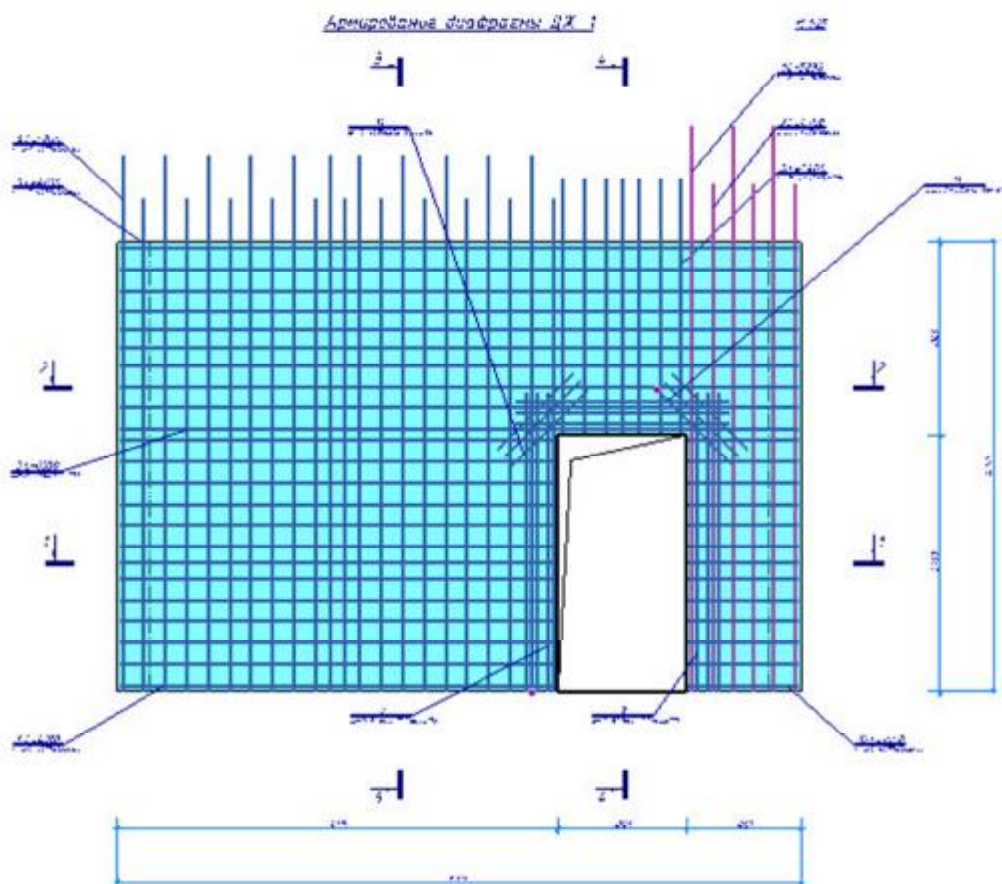

Рис. 3.40. Запроектированная диафрагма с обрмленным отверстием
► Щелкните по кнопке **ОК**, чтобы закрыть диалоговое окно и применить сделанные изменения (рис. 3.40).